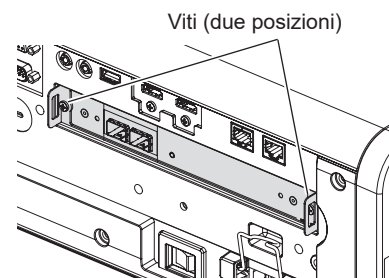

Fig. 3
3) Fissare la scheda funzione. (Fig. 3)